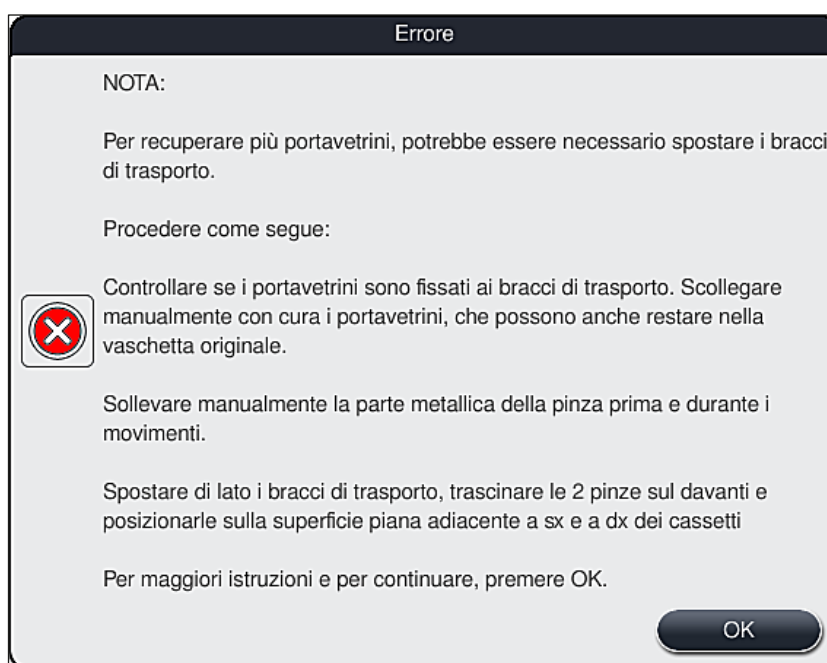

Fig. 109
3. Dopo aver premuto il pulsante **OK** (→ "Fig. 108"), viene visualizzato un altro messaggio informativo (→ "Fig. 109") contenente le istruzioni sulla corretta procedura per rimuovere i corrispondenti portavetrini.